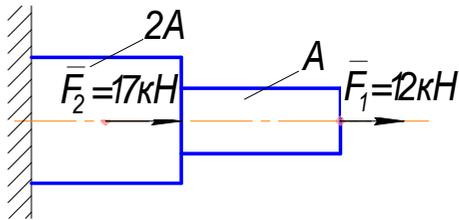

Рис.2.3
2.7. Для заданного стального бруса определить требуемую площадь поперечного сечения, если  $[\sigma] = 160 \text{ МПа}$ . Сохранить конструктивную форму бруса (рис.2.3.).